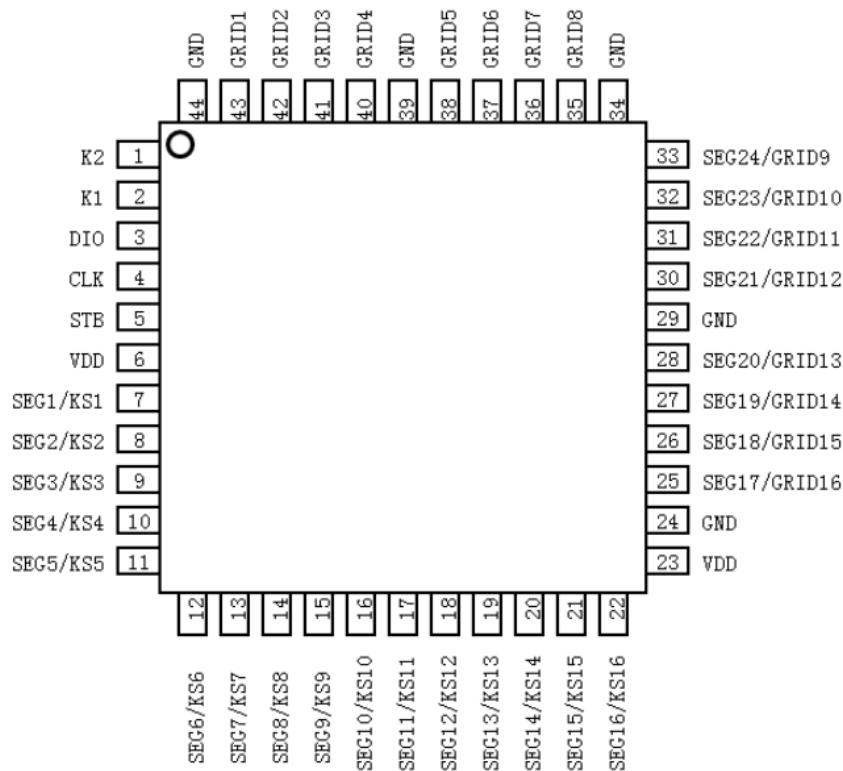

图 2-30 点阵模块原理图
(3) 点阵模块：点阵模块为 16*16 大小，使用 AiP1944 芯片控制。AiP1944 是带键盘扫描接口的大笔段 LED 驱动控制专用电路，支持 16 位*16 段（本实验书使用）到 8 位 24 段显示模式。采用功率 CMOS 工艺，内部集成有 MCU 数字接口、数据锁存器、键盘扫描等电路。原理图如图 2-30：